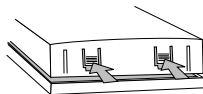

Figura 2
2. **Abra la caja de la campana.** Presione los dos seguros que se hallan al fondo del timbre y levante la caja (vea la Figura 2).